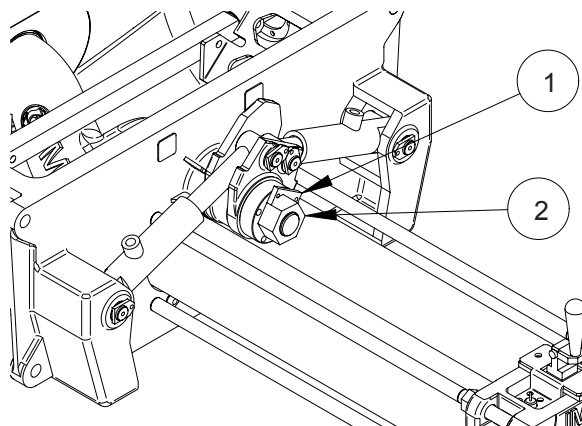

Abb.30
- Den Sperrbügel (Abb.30 Pos.1) entfernen, anschließend die Stellmutter (Abb.30 Pos.2) zuschrauben, um das Spiel wieder herzustellen.
- Den Sperrbügel der Mutter (Abb.30 Pos.1) mit den dazugehörigen Schrauben wieder anbringen.